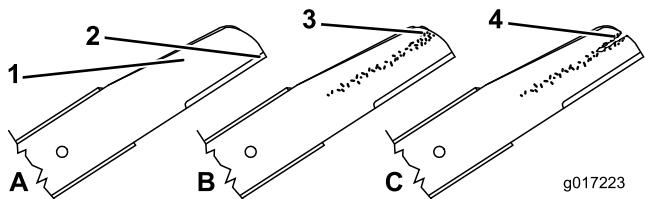

Figura 27
1. Inspecione as extremidades de corte (Figura 27). Se as extremidades não estiverem afiadas
2. Ispécione as lâminas, especialmente a área curva (Figura 27). Se verificar quaisquer danos, desgaste, ou a formação de ranhuras nesta área, substitua imediatamente por lâminas novas.